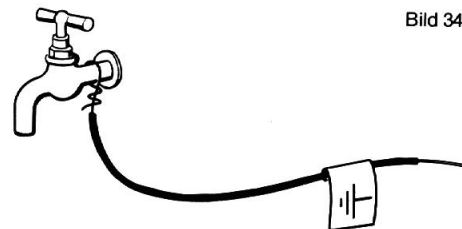

Bild 342
- () Das lange Ende unter die Ventilschraube der Zentralheizung klemmen oder um ein blankes Metallteil des Wasserhahns (darf nicht angemalt sein) knoten (Bild 342).